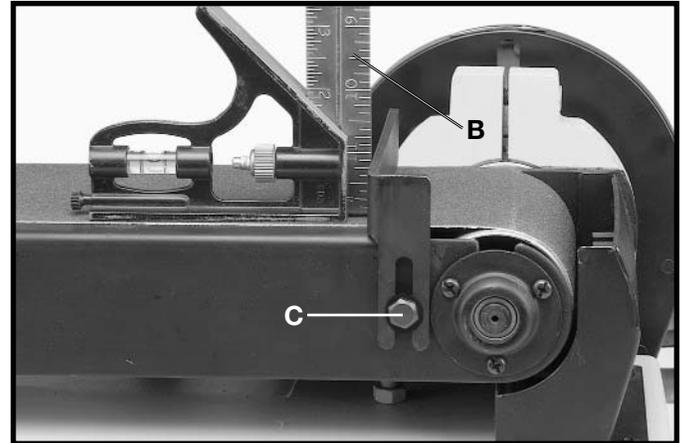

Fig. 29
3. Placez une équerre (B) fig. 29, sur la bande de ponçage, l'une des extrémités de l'équerre étant contre le butoir, et vérifiez si le butoir est perpendiculaire à la bande de ponçage.
4. Si un réglage est nécessaire, desserrez le vis (C) fig. 29, et ajustez le butoir en conséquence.